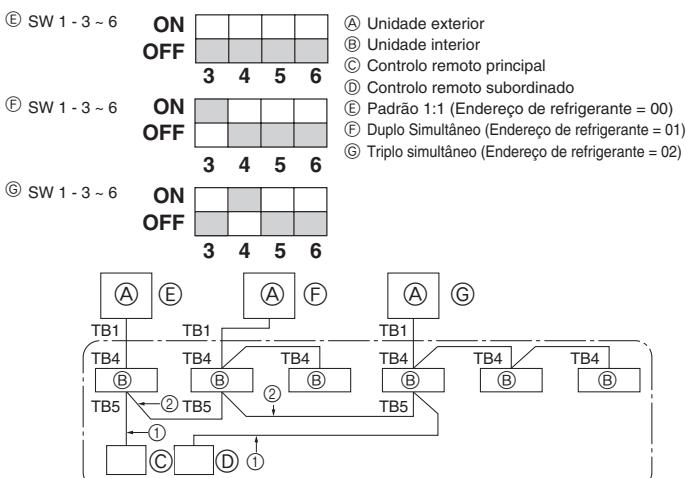

Fig. 9-1
② Depois de a válvula de retenção de gás ter fechado, ligue (posição ON) o interruptor SWP no painel de controlo da unidade exterior. O compressor (unidade exterior) e os ventiladores (unidades interiores e exteriores) começam a funcionar e a operação de recuperação de refrigerante tem início. O LED1 e o LED2 no painel de controlo da unidade exterior acendem.
③ Uma vez que a unidade pára automaticamente cerca de dois ou três minutos após a operação de recuperação de refrigerante (o LED1 e o LED2 acendem), certifique-se de que fecha imediatamente a válvula de retenção de gás. Se o LED1 e o LED2 estiverem acesos e a unidade exterior estiver parada, abra completamente a válvula de retenção de líquido e, de seguida, repita o passo ② passados três minutos.
④ Interrompa o fornecimento de corrente (disjuntor).
9. Controlo do sistema (Fig. 9-1)
9. Systemkontrol (Fig. 9-1)